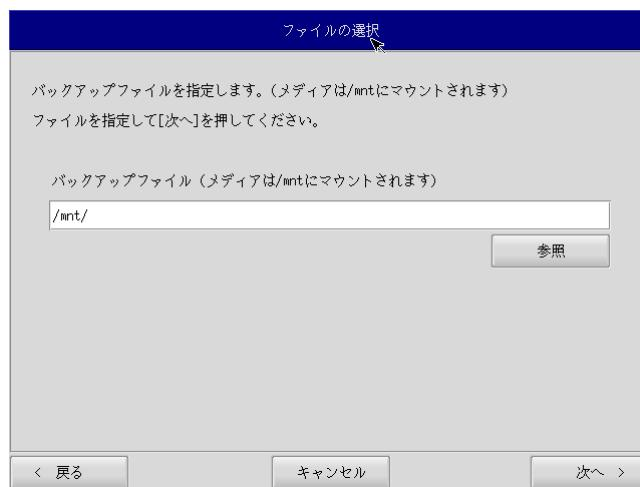

図6-4-3. ファイル選択画面
- ⑦ ファイル選択画面（図6-4-3）が表示されます。[参照]ボタンを押します。
- ⑨ ファイル選択画面（図6-4-3）で指定したバックアップファイルが入力されていることを確認します。[次へ]ボタンを押します。